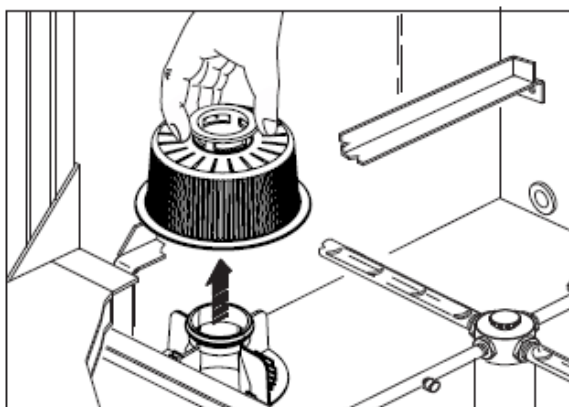

Fig. 17
5. wyjmij i wyczyść filtr pompy myjącej (rys. 17) oraz ewentualne filtry zbiornika, jeśli są obecne